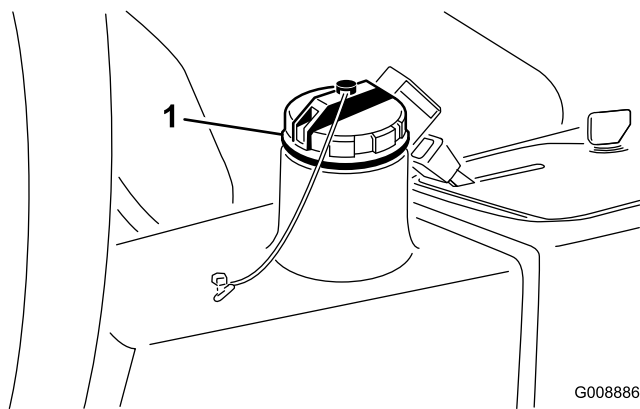

図 74
4. 油圧オイルタンク (図 74) に約 13.2 リットルのオイルを入れる; 「油圧系統を点検する」を参照。